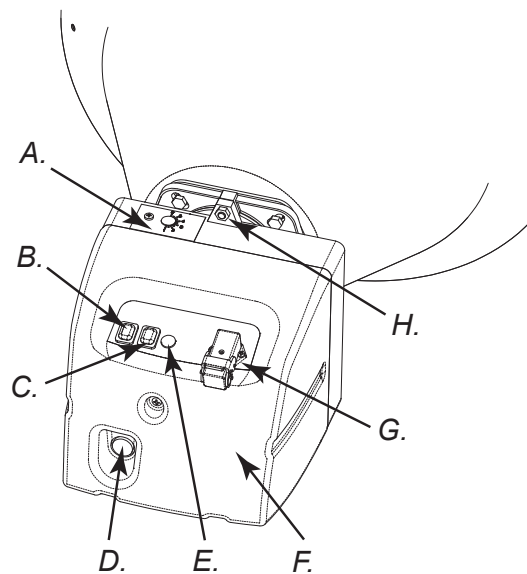
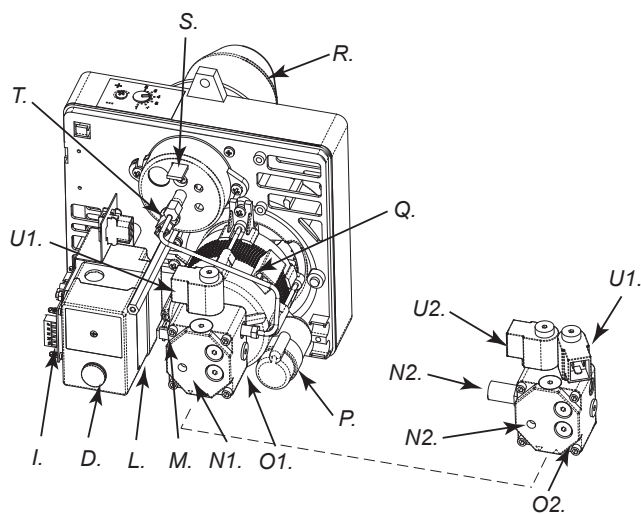

Rysunek 3
Rysunek 4
1. Upewnić się, czy w zbiorniku (N na Rys. 4) jest paliwo.
**OUWAGA: Przed przystąpieniem do podnoszenia lub przemieszczania nagrzewnicy należy sprawdzić, czy zakrętki zbiornika paliwa (F i H na Rys. 3) są mocno dokręcone.**
Promiennik można z łatwością przesuwac i ustawić w pozycji podniesionej dzięki mechanizmowi śrub oczkowych (B Rys. 3 lub Rys. 7). Dzięki temu jest możliwe dopasowanie najlepszej pozycji do ocieplania, odmrażania i osuszania.
Posiadana nagrzewnica może być wyposażona w obrotowe tylne kółko (G na Rys. 3). W takim przypadku, - jeśli pozwala na to materiał, którym wyłożona jest podłoga - nagrzewnicę można przemieścić, popychając ją podobnie jak wózek. Jeśli nagrzewnica nie jest wyposażona w obrotowe tylne kółko, należy odblokować zawias (P na Rys. 4), umieszczony na jednym z bocznych wsporników nagrzewnicy. Przeszawić uchwyty z położenia spoczynkowego (Rys. 8) w położenie transportowe (Rys. 9). Unieść nagrzewnicę, tak aby spoczywała jedynie na dwóch przednich kółkach i przemieścić ją w żądane miejsce.
- Wykręcić śrubę (H na Rys. 5) mocującą palnik (A na Rys. 3) w komorze spalania.
- Wyciągnąć palnik z komory spalania (Rys. 3).